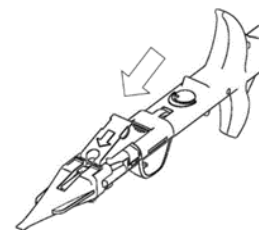

Fig. 3
6. Avanzare la sicura rossa finché non scatta per bloccare l'ugello della cartuccia e allo stesso tempo rilasciare l'asta di spinta, come illustrato in Fig. 3. Evitare una pressione prematura dell'asta, considerando che essa è libera dopo questa operazione.